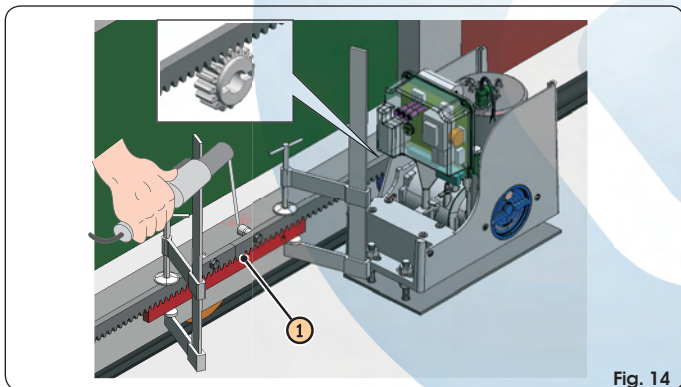

Fig. 14
- e Placer un autre élément de la crémaillère à côté du précédent en utilisant un morceau de crémaillère pour mettre en phase la denture des deux éléments d'après la Fig.14 réf. a.
- ① Amener manuellement le vantail en position d'ouverture.
- ② Poser sur le pignon le premier élément de la crémaillère en positionnant l'entretoise entre la crémaillère et le bord du portail. Contrôler avec un niveau à bulle l'horizontalité de la crémaillère et marquer le trou de perçage avec un crayon-feutre.
- ③ Percer avec un foret de  $\varnothing 6,5$  mm et tarauder avec un taraud M8. Visser le boulon.
- ④ Actionner le portail manuellement, en vérifiant que la crémaillère est posée sur le pignon et répéter les opérations au point ③.
- ⑤ Placer un autre élément de la crémaillère à côté du précédent en utilisant un morceau de crémaillère pour mettre en phase la denture des deux éléments d'après la Fig. 14 réf. ①.
- ⑥ Actionner le portail manuellement et procéder aux opérations de fixation comme pour le premier élément en continuant jusqu'à la couverture complète du portail.